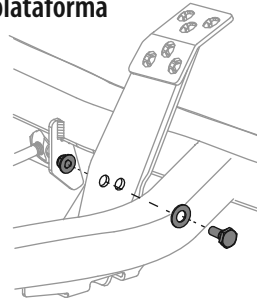

Figura 37
2. Retire el perno hexagonal, la arandela y la tuerca hexagonal cerca del centro del conjunto del pedal. Vea la Figura 37.